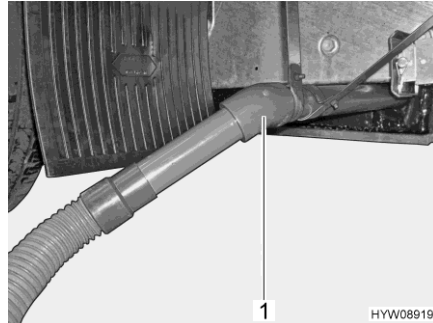

Fig. 106 Tubo di scarico con tubo di gomma per lo scarico
- Fissare il tubo di gomma per lo scarico al tubo di scarico (Fig. 106,1).